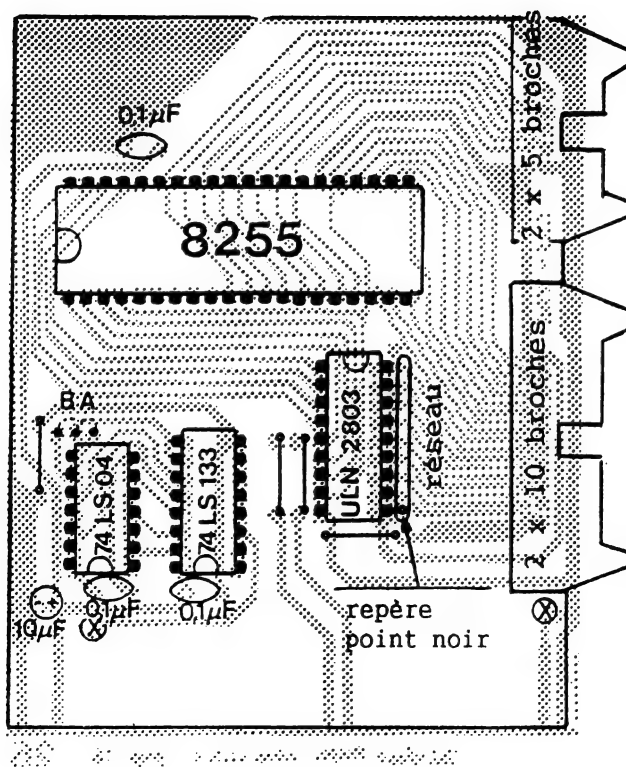

Fig. 9.10
- souder les circuits intégrés en positionnant leurs encoches d'après la figure 9.10. Ne pas oublier les soudures des pattes côté composants,